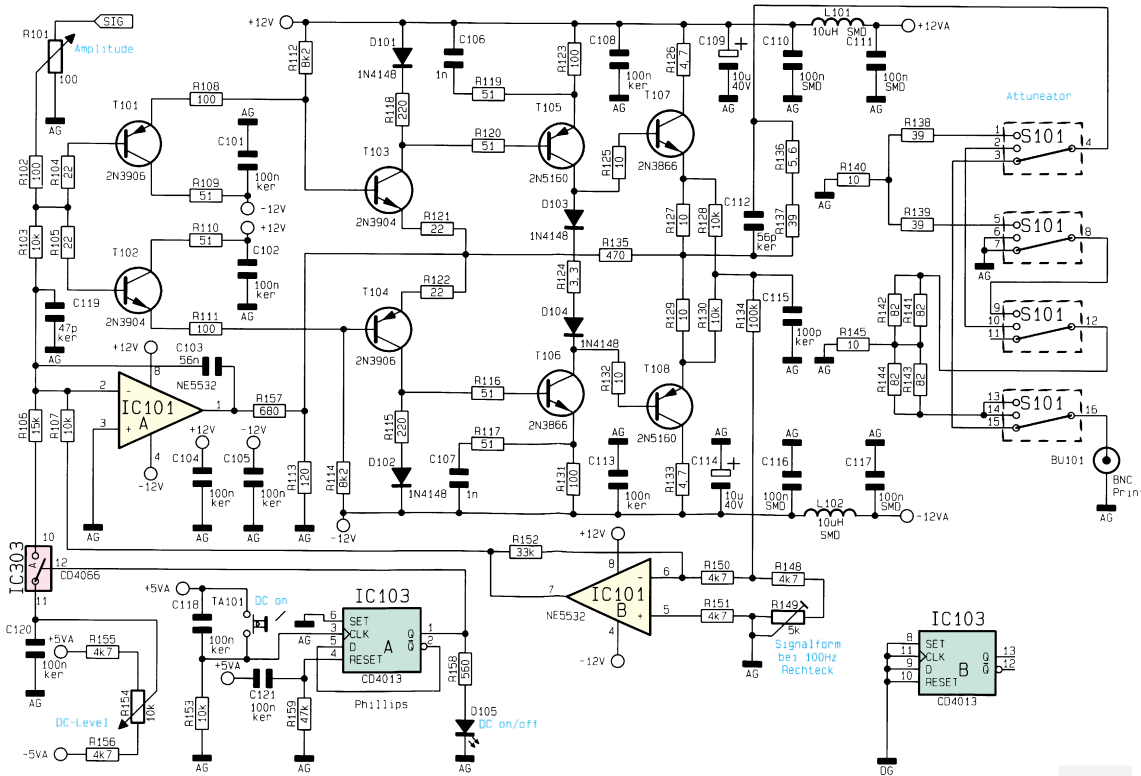

Bild 5: Schaltbild der Endstufe
- Abbildung 5: Endstufe
Endstufe (Abbildung 5)
In Abbildung 5 ist das Schaltbild der Endstufe dargestellt. Mit Hilfe von R 101 ist die Amplitude des Ausgangssignals einstellbar. Durch Betätigen des Tasters „DC on“ kippt IC 103 A, und der CMOS-Schalter IC 303 A des Typs CD4066 schließt. Mit dem Potentiometer R 154 ist ein DC-Pegel einstellbar, der über R 106 eingespist wird.